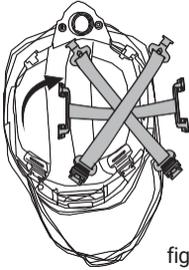

fig.11
- Retirez la bande souple du harnais de tête et remplacez-la par une nouvelle sangle (voir fig. 11).